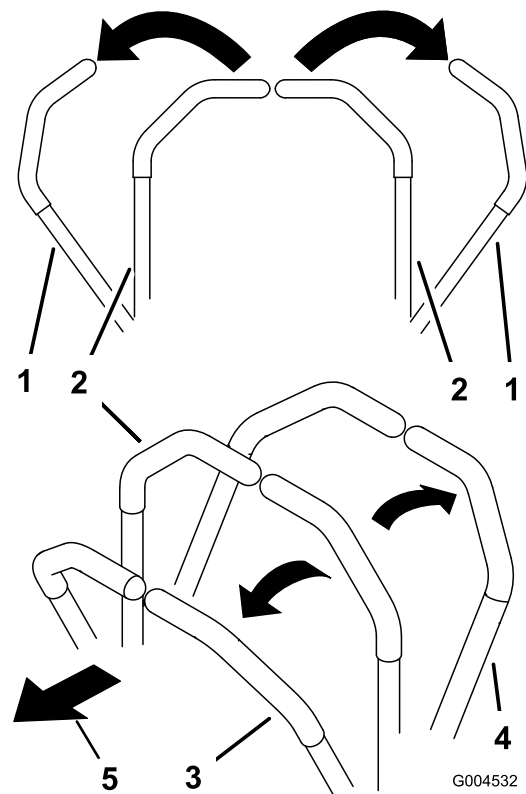

Figura 21
1. Mova todos os manípulos de controlo para a posição bloqueado em ponto morto (Figura 21).